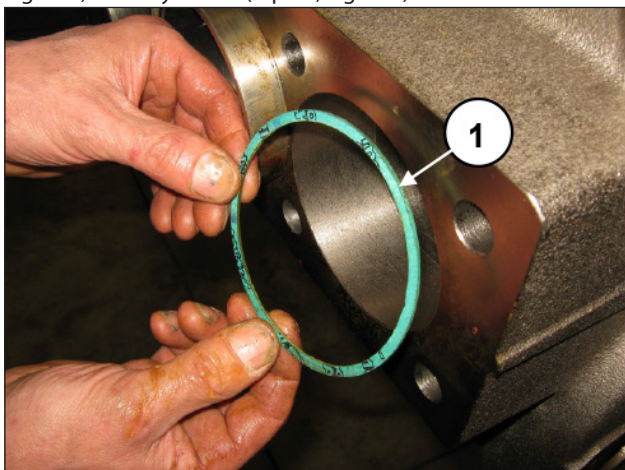
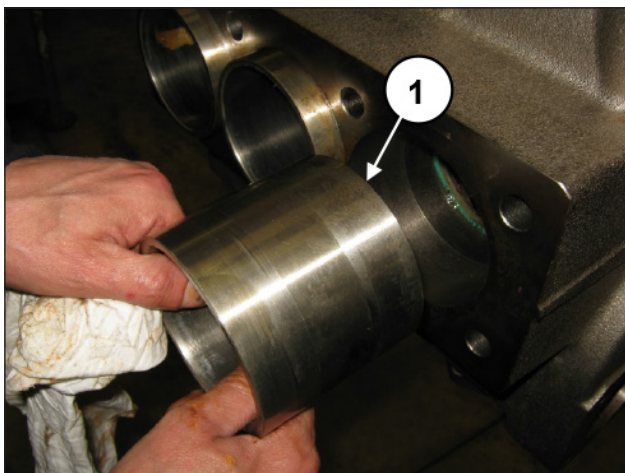

Fig. 135
Fig. 136
Placer dans le logement du cylindre sur la culasse les joints (①, Fig. 135) et les cylindres (rep. ①, Fig. 136).